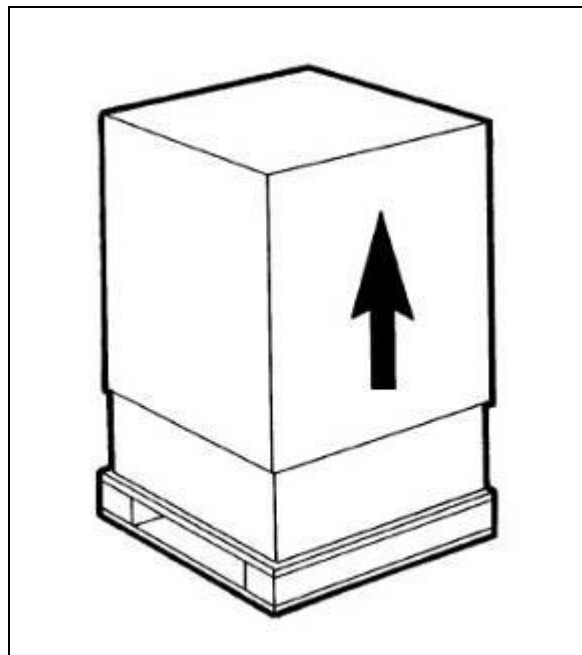

Fig. 10
a) Dopo aver tolto l'imballo **conservarne tutti gli elementi per lo stoccaggio invernale** ed assicurarsi dell'integrità dell'apparecchio (fig.10).